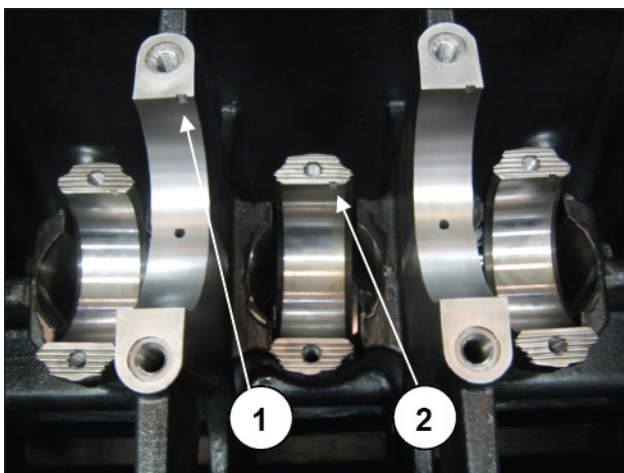

Abb. 96
**Stellen Sie zur Gewährleistung einer korrekten Montage der Kurbelwellenlagerschalen sicher, dass die Bezugsmarkierungen in den entsprechenden Aufnahmen positioniert sind (Pos. ①, ②, Abb. 96).**